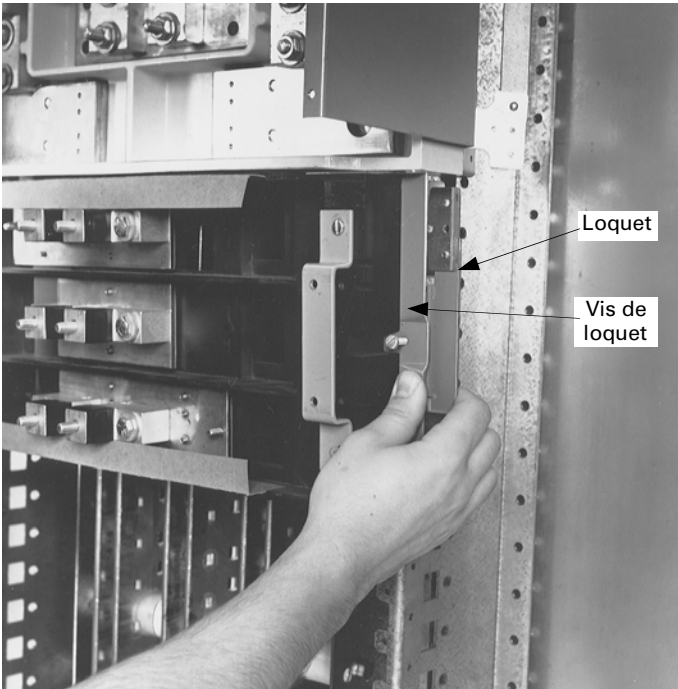
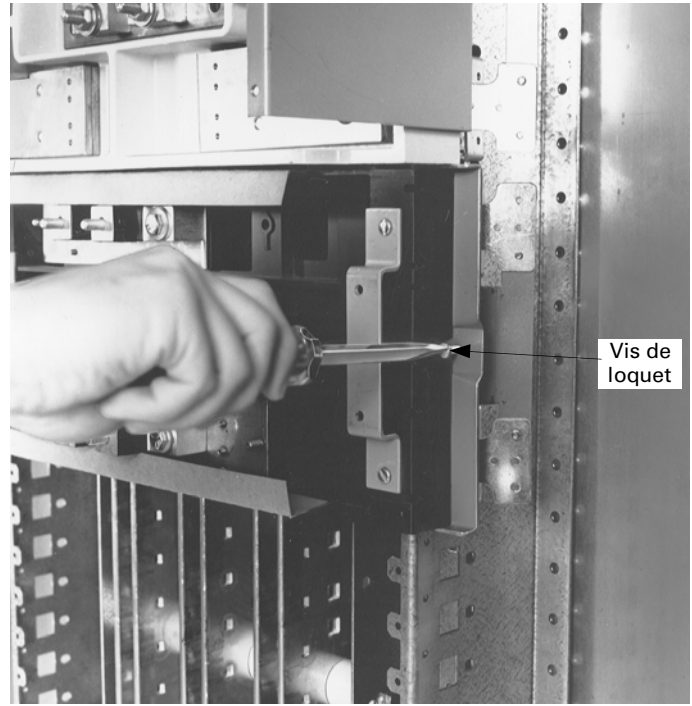

Figure 4. Mise en position du module de disjoncteur sur le rail de l'intérieur.
Figure 5. Fixation du module à l'intérieur.
3. Installer le module de disjoncteur. Rétracter entièrement les loquets et accrocher un côté du module de disjoncteur au rail de l'intérieur, comme montré à la Figure 4. Relâcher le loquet. Faire pivoter le module sur les barres omnibus et mettre en prise le second loquet. Relâcher le loquet. Serrer les vis de loquet à 25 lb.-po., comme montré à la Figure 5.